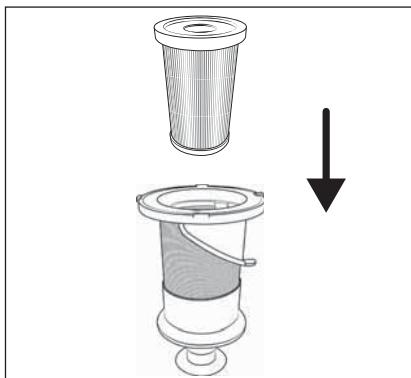

Fig. 27
► Non ruotare il filtro in acciaio inox ❶, quando lo si inserisce nel contenitore di raccolta dello sporco ❷. Fare, inoltre, attenzione ai due segni colorati sul filtro in acciaio inox ❶ e sul contenitore di raccolta dello sporco ❷, per inserire correttamente il filtro in acciaio inox ❶.
- 7) Inserire il filtro EPA ❸ nel filtro in acciaio inox ❶ (vedere fig. 27).